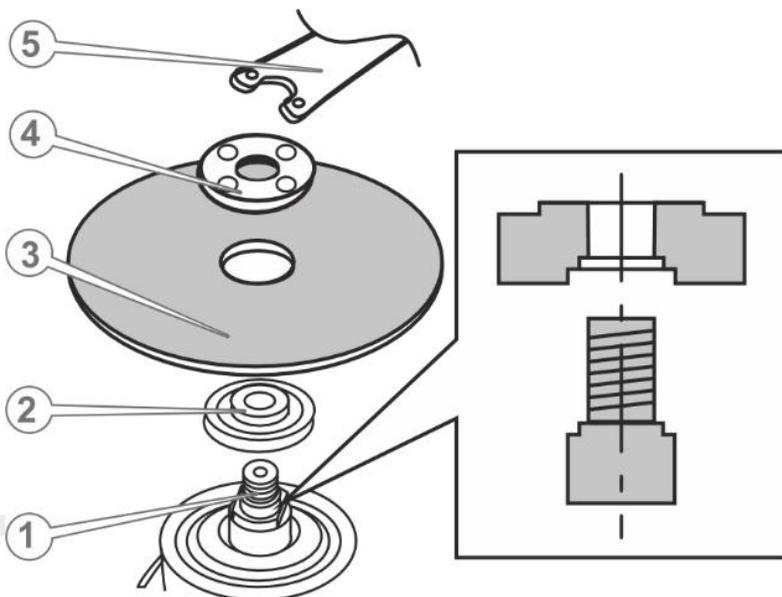

Рисунок 2 Схема встановлення та зняття диска
6. Встановіть на виріб, залежно від виду робіт, які виконуються, шліфувальний, відрізний або зачисний диск (див. рисунок 2). Встановлюйте на виріб тільки диски, які мають максимальний діаметр, зазначений у розділі 3. «Технічні характеристики» цієї інструкції. Заборонено встановлювати диски з меншою припустимою частотою обертання, ніж максимальна частота обертання шпинделя виробу.
5.2 Порядок встановлення та зняття диска (див. рис. 2)
1. Встановіть внутрішній фланець із посадковою поверхнею (2, рис.2) на шпindel (1) таким чином, щоб фланець увійшов у зачеплення зі шпинделем.
2. Встановіть на фланець диск таким чином, щоб посадкова поверхня фланця виробу точно увійшла у посадковий отвір диска (3). Забороняється встановлювати на виріб диски з меншим або більшим посадковим отвором.
4. Надійно зафіксуйте диск нарізним зовнішнім фланцем (4) за допомогою спеціального ключа (5, рис.2). У випадку, якщо товщина диска, який встановлюється на виріб більша за 3 мм, затискати диск необхідно тим боком зовнішнього фланця, на якому є посадкова виступаюча поверхня.